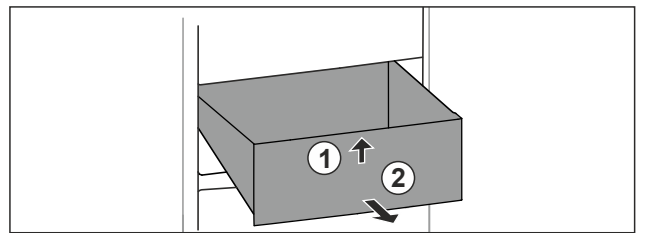

Fig. 72
- ▶ Lade aan de voorkant optillen. Fig. 72 (1)
- ▶ Lade naar voren toe verwijderen. Fig. 72 (2)